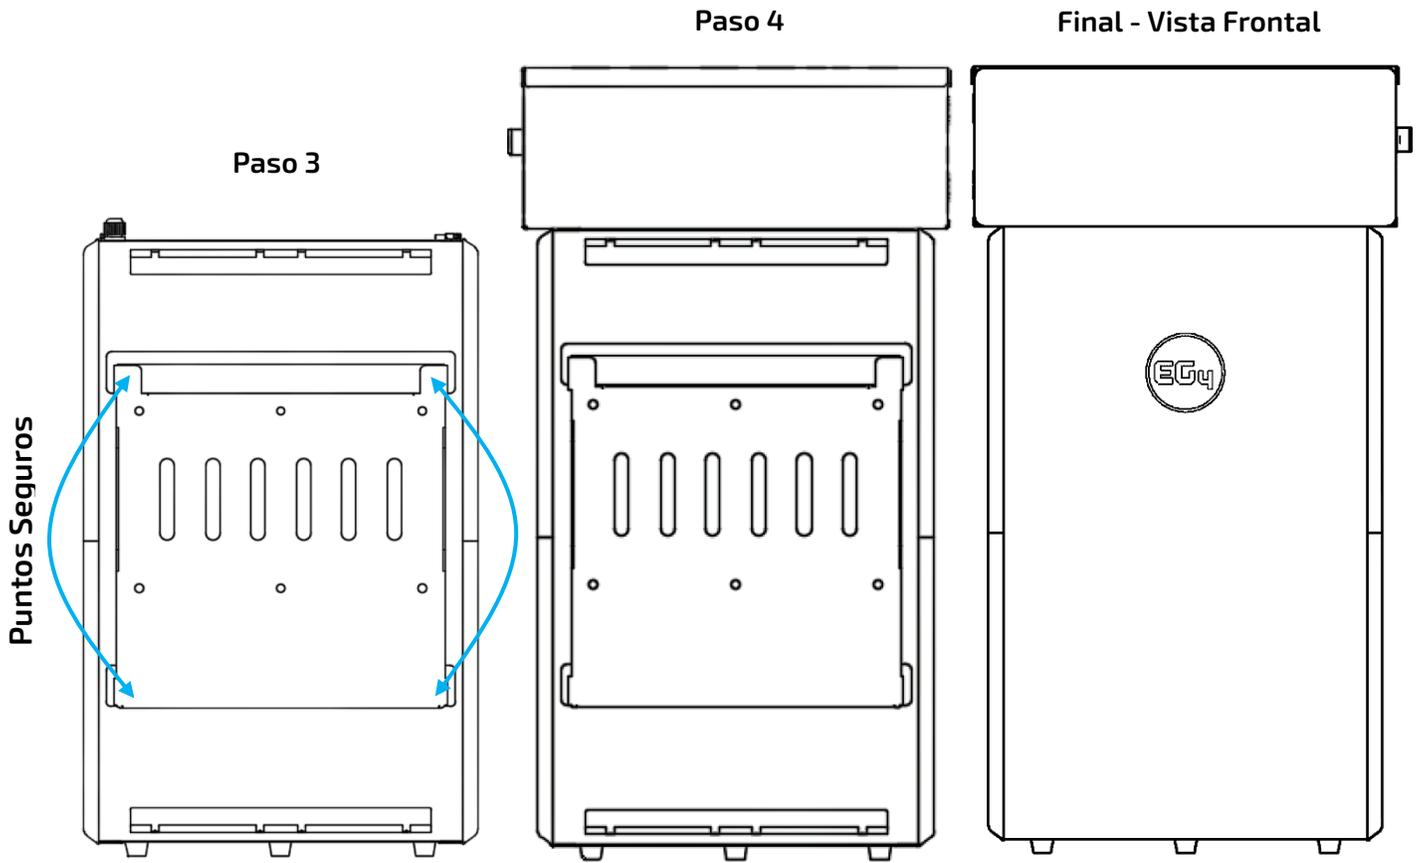

Figura 14 - WallMount Instalación Con Caja de Conducto Pasos 3, 4 y 5
3. Conecte el paquete de baterías WallMount al soporte de montaje. Para lograr esto, levante la batería y enganche la brida en la parte posterior de la batería en la brida en la parte frontal del soporte de montaje. Asegure la batería al soporte de montaje con los 4 tornillos laterales incluidos (consulte la Figura 14)